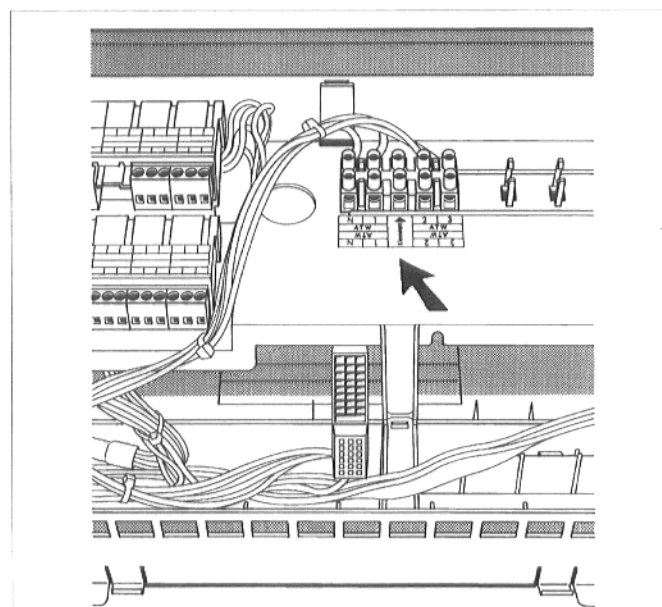

Abb. 5: Aufkleber anbringen
- Aufkleber mit der Klemmenbezeichnung anbringen. Der Pfeil muß in Richtung Klemmen zeigen! (Abb. 5).